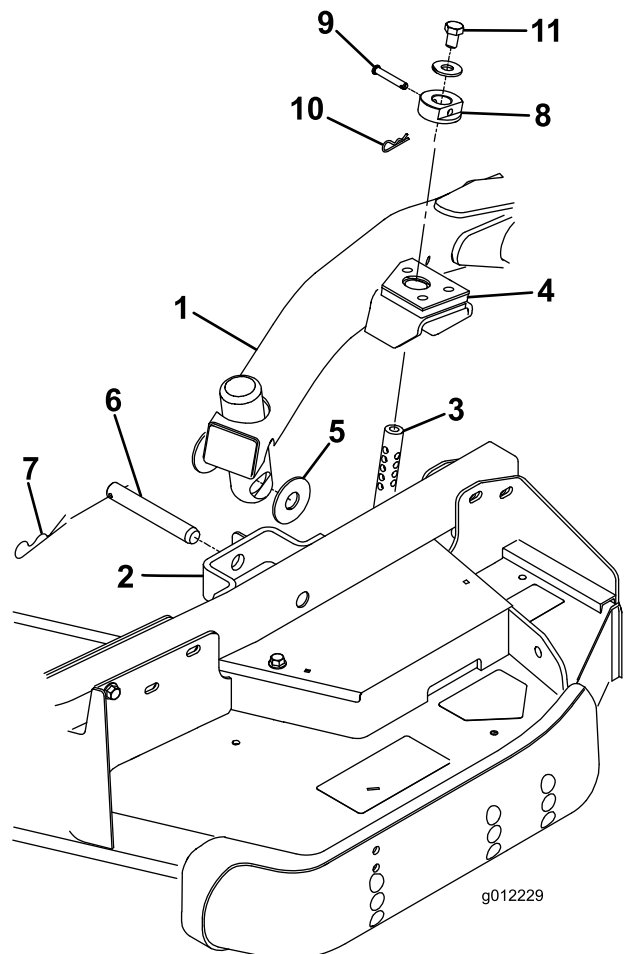

図 23
キャスト・アーム・ブラケットについている穴を整列させ、昇降アームのパッドに刈高ロッドを挿入できるようにする (図 23)
5. スラスト・ワッシャ 2 枚、クレビス・ピン、ヘアピン・コッターを使って、昇降アームをキャスト・アームに固定する。スラストワッシャは昇降アームとキャストアーム・ブラケットの間に入れる (図 23) コッターピンを、キャストアーム・タブのスロットに差し込んで固定する。
10. 各刈高ロッドの上部に 1/2 x 3/4" ボルトとワッシャを取り付ける (図 23)。